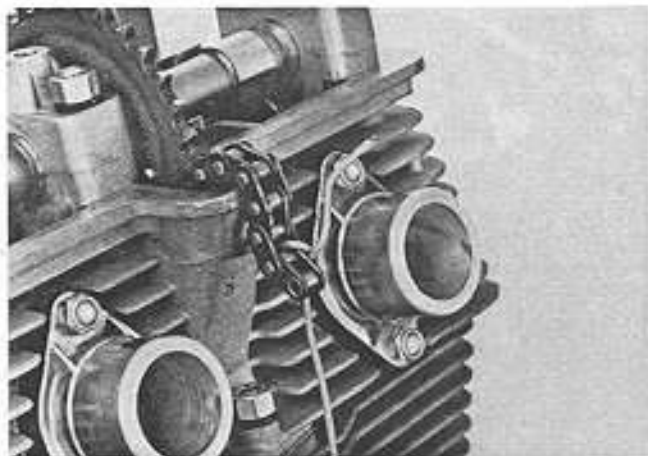

Fig. 36
- Sfilare la maglia di congiunzione, rimuovere i due rami della catena dalle ruote dentate degli alberi a camme e, mantenendoli ben tesi, per mezzo dei due fili fissarli provvisoriamente al basamento (Fig. 36).
- Withdraw the connecting link, disengage the two chain runs from the camshaft sprockets and, pulling them taut, secure them to the crankcase by means of the wires (Fig 36).